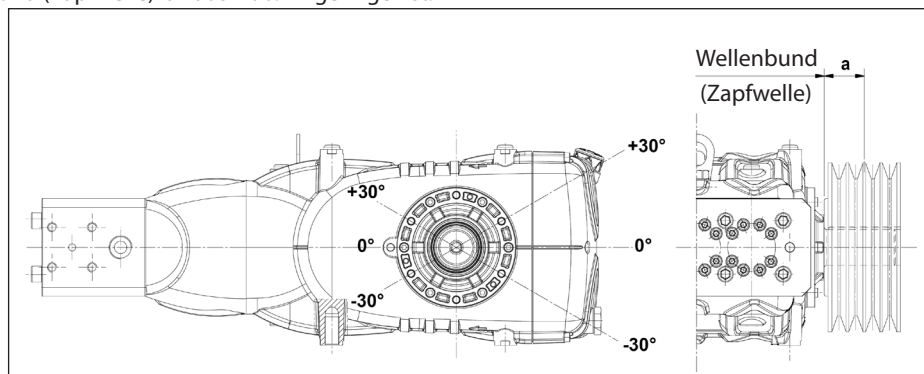

Abb. 12
Der Antrieb gilt als richtig bemessen, wenn die Belastung bei einem maximalen Abstand $a = 40$ mm vom Wellenbund (Zapfwelle) angewandt wird, siehe Abb. 12.
- b) Verwenden Sie Hochleistungsriemen - zum Beispiel **XPB** statt **SPB** - da hierbei weniger Riemen bei gleicher Leistungsübertragung benötigt wird und der Abstand zum Wellenbund (Zapfwelle) "a" aus Abb. 12 geringer ist.
- e) Folgen Sie der Spannungsrichtung des Riemen lt. Angaben in Abb. 12. Wenden Sie sich bei anderen Anforderungen an die **technische Abteilung** oder den **Kundendienst**.